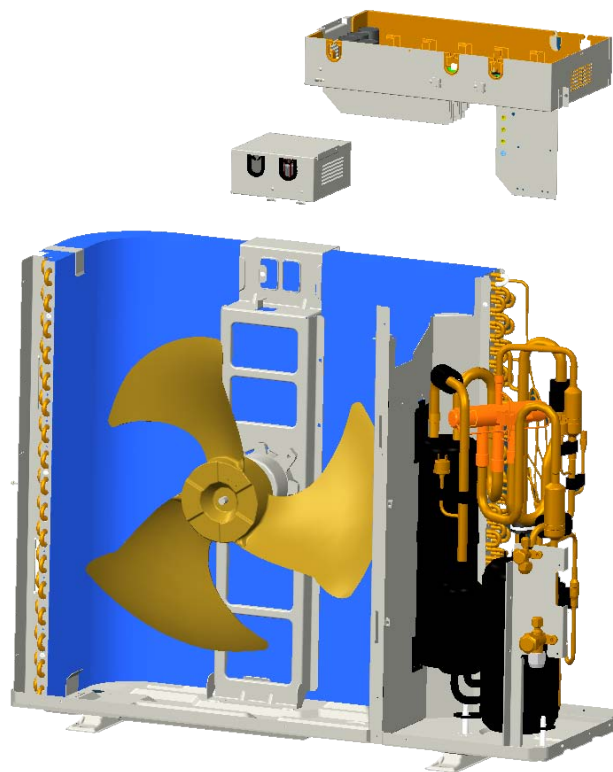

Fig.8
- Afloje los tornillos y sacar el conjunto de componentes eléctricos (Fig. 8)